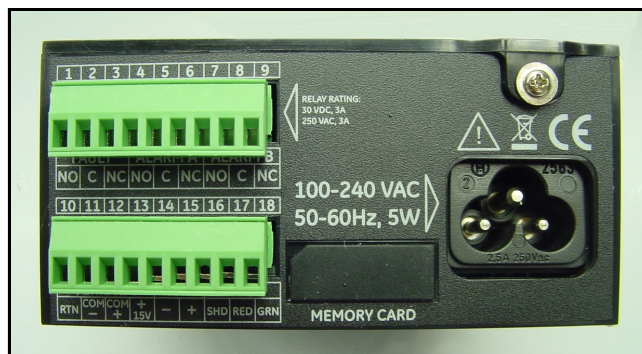

Figura 4: Pannello posteriore
2. Togliere la vite ubicata in alto sul pannello posteriore (vedere Figura 4).